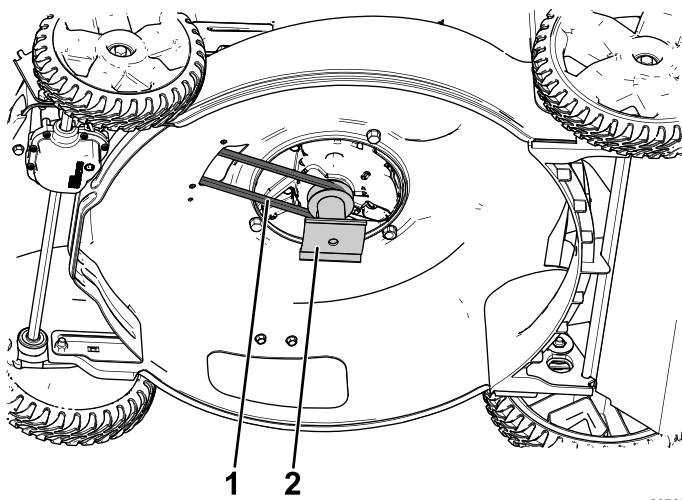

Figur 1
4. Bruk en treblokk til å holde kniven fast (Figur 1).
5. Fjern kniven, behold alle monteringsdeler (Figur 1).